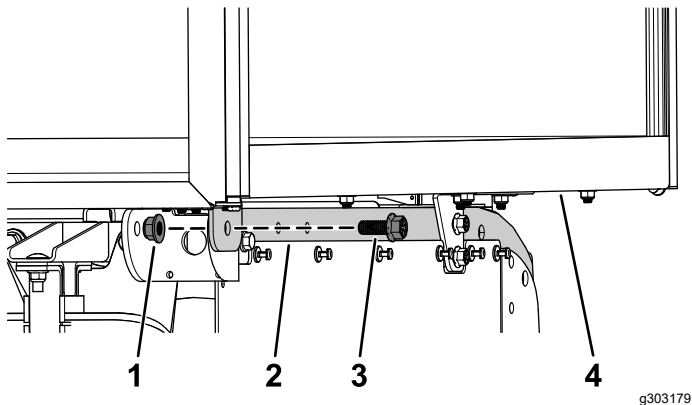

图 8
- 用一个凸缘头螺栓  $\frac{1}{2} \times 1\frac{1}{4}$  英寸和一个凸缘螺母  $\frac{1}{2}$  英寸将多功能货车车厢的后部固定到机架管的后部图 8。